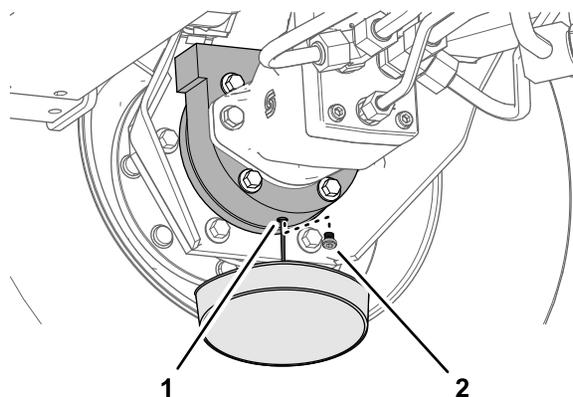

Рисунок 61
6. Подставьте сливной поддон под корпус тормоза, снимите пробку сливного отверстия и дайте маслу полностью стечь (Рисунок 61).